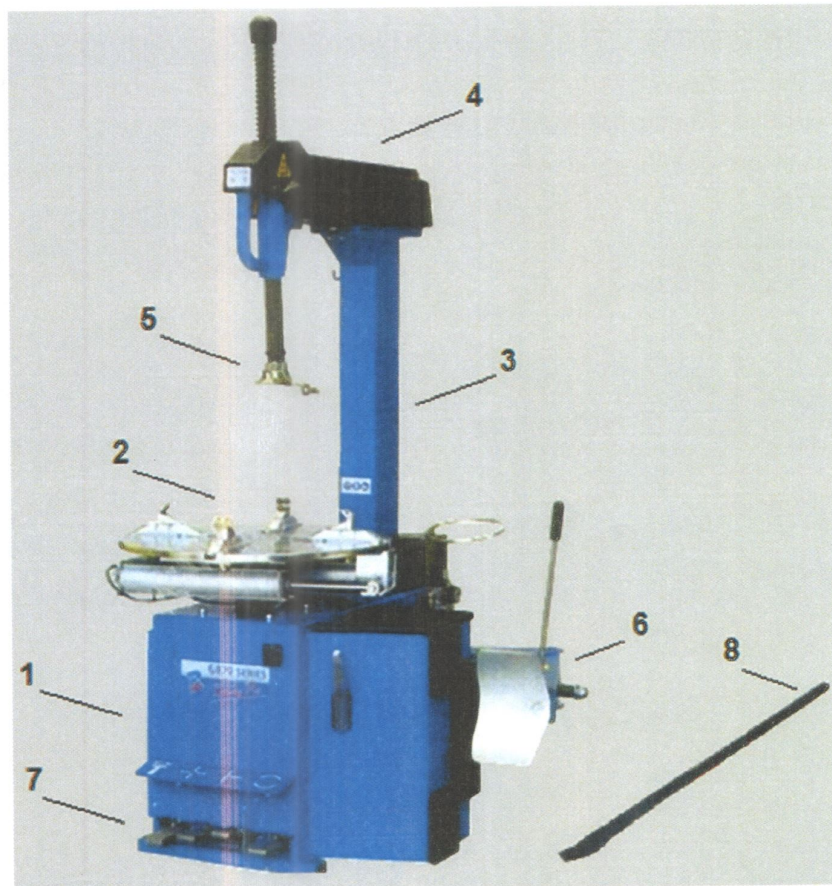

Рисунок 4 - Шиномонтажный стенд горизонтального типа
Основные узлы типового шиномонтажного стенда (рис. 4):
- рабочая головка (поз. 5 на рис. 4 и рис. 5.) (может перемещаться на штоке вдоль консоли, в рабочем положении фиксируется около края обода);
Для этого используется монтажная лопатка (рис.4, поз.8). Опереться ею о рабочую головку, поддеть борт шины и надеть его на головку. Затем нажимается соответствующая педаль, и рабочий стол начинает вращаться. Рабочая головка при этом поднимает борт шины над диском, и верхний борт шины постепенно